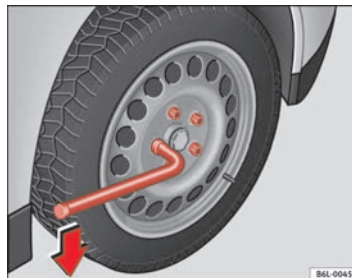

Abb. 125 Radwechsel: Radschrauben lockern
- Greifen Sie das Ende des Radschlüssels und drehen Sie die Schraube etwa eine Umdrehung nach **links** ⇒ Abb. 125.